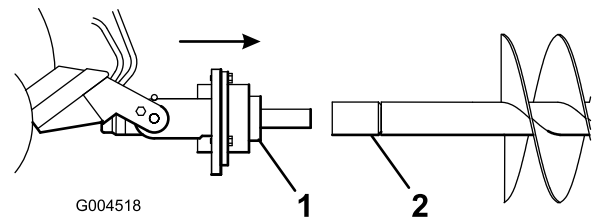

Bild 7
7. Schieben Sie die Antriebswelle in das Ende der Erdbohrerwelle oder der Verlängerung (falls vorhanden) (Bild 7).